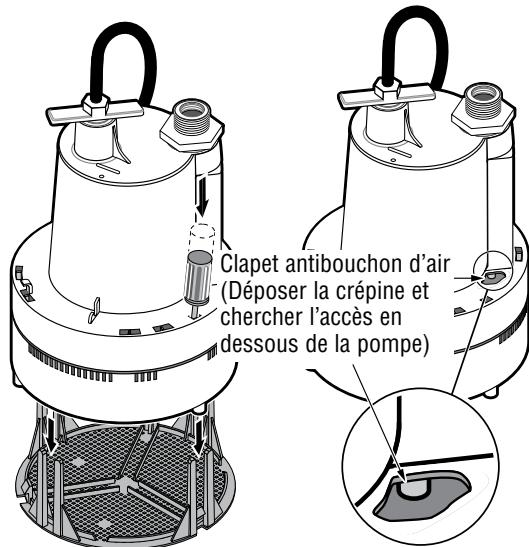

Figure 1 - Pour nettoyer la crêpine et le clapet antibouchon d'air.
- Pour nettoyer la crêpine, utiliser un tournevis pour la dégrafer (se reporter à la Figure 1), retirer et rincer la crêpine.
Un petit trou est pratiqué dans le corps de cette pompe. Se reporter à Figure 1. C'est ce qu'on appelle un clapet antibouchon d'air. Si on soupçonne qu'il y a un bouchon d'air, introduire une épingle ou du nettoyant de tuyau dans le trou antibouchon d'air pour enlever les débris.